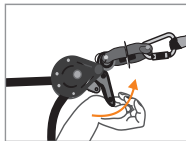

Fig 5
Pour démonter la ligne de vie, tirer sur le levier de came (4) (Fig. 5). Dérocher l'ensemble et ré-emballer dans son sac d'origine.